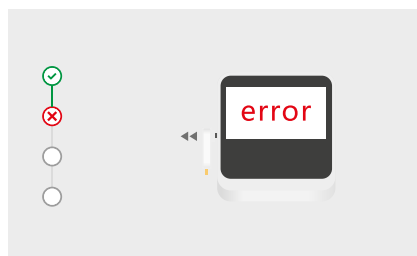

Рис. 32 Виявлено несправність виробу
- Напис ERROR (ПОМИЛКА) на екрані (рис. 32) означає, що в роботі виробу виявлено несправності.